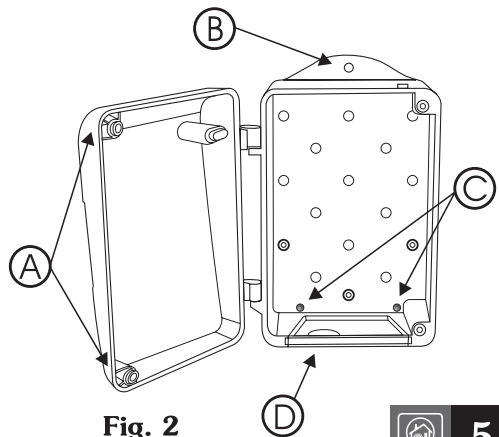

Fig. 2
Para acceder al interior del Cuadro, abra la tapa aflojando los tornillos que la sujetan (A en fig. 2).
- 2.1.- Pase los cables de conexión a través del tapón de goma pasacables (D en fig. 2). Si necesita más espacio para pasar los cables de conexión utilice el agujero ciego adicional.
El Cuadro de Control DM 2 se presenta en una caja de plástico con tapa abisagrada sujeta con dos tornillos (A en fig. 2).
Sobre el lateral superior se prolonga una aleta taladrada para la fijación del equipo a una pared (B en fig. 2). En el interior de la caja hay dispuestos justo debajo de las regletas de conexión (C en fig. 2) dos agujeros ciegos, con guía para una mayor sujeción.